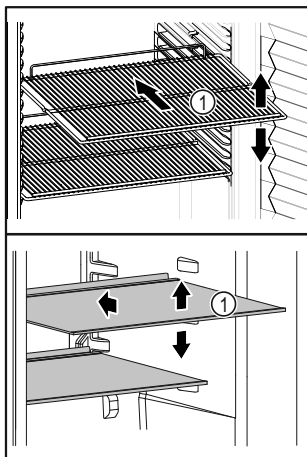

Fig. 5 Immagine a titolo di esempio
- ☐ Se i ripiani Fig. 5 (1) sono spostati, adattare i ripiani in base all'altezza.